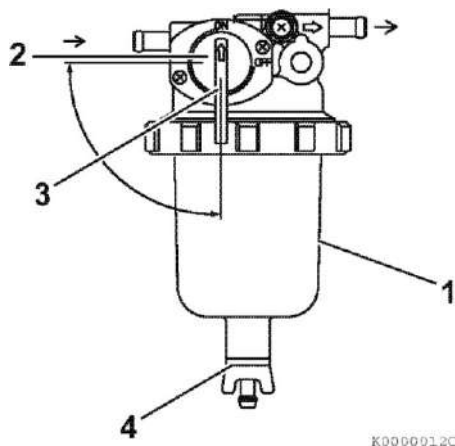

Рисунок 44
1. Поместите соответствующий контейнер под топливным фильтром / водным сепаратором (рисунок 44(1)), чтобы собрать загрязняющие примеси.
2. Закройте (рисунок 44(2)) топливный кран (рисунок 49(3)).
3. Ослабьте сливной кран (рисунок 44(4)) на донной части топливного фильтра / водного сепаратора. Слейте воду, скопившуюся внутри.